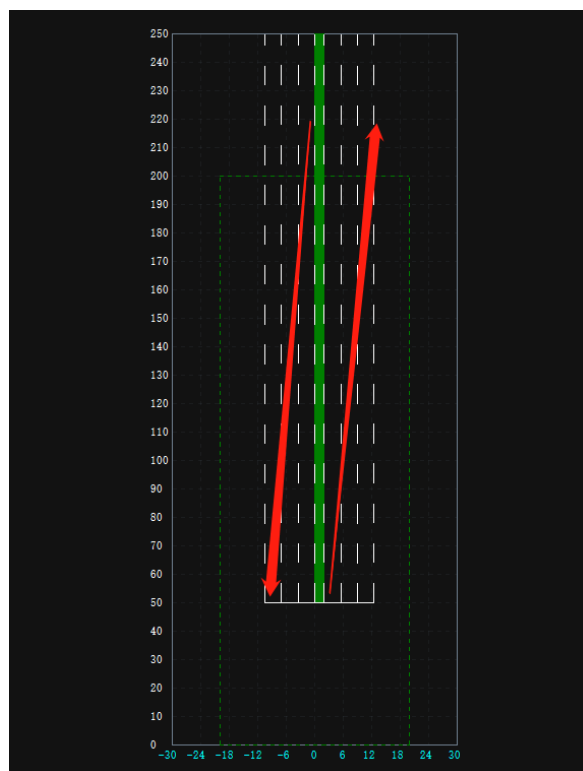

图 5-2 右上往左下
(2) 来向目标右上往左下，或去向目标呈左下往右上，如图 5-2。